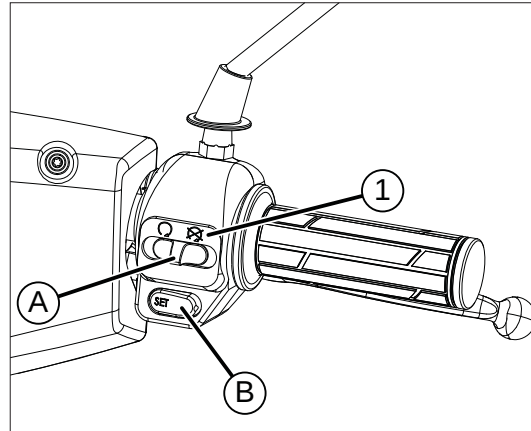

Abb. 2
1. Den Hebel A, Abb. 2, in Position 1 versetzen und dabei den Zündschlüssel in Position ON lassen;